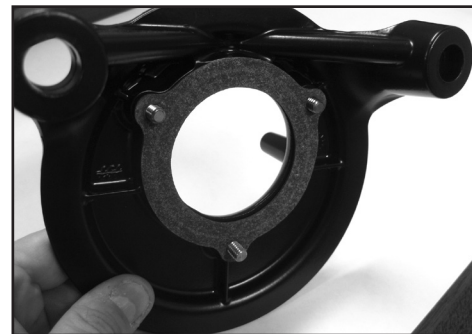

Bild 3
3. Schieben Sie die beiliegende Dichtung über die Schrauben, wie in **Bild 3** dargestellt.